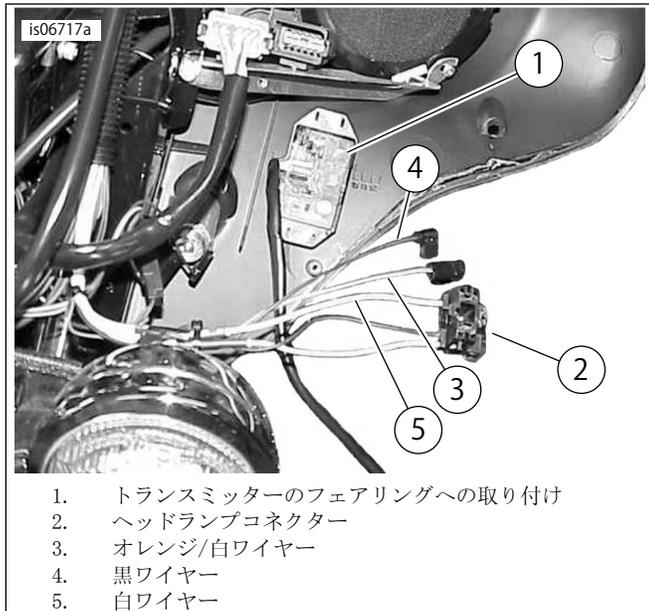
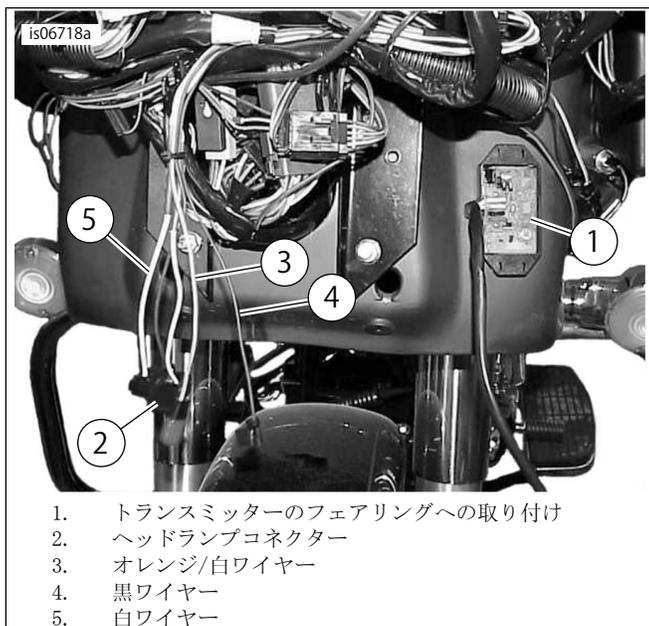

図11。トランスミッター接続用のワイヤー(2013年以前のFLHT/X)
図12。トランスミッター接続用のワイヤー(2013年以前のFLTR)
ツーリング/トライク (FLHT/X、FLTR、 2013年以前)	フェアリングの内側の上部へ、フォームパッドを使用して固定します(アウターフェアリングを先に取り外す) (図11を参照してください。および図12)。
3. 「図11」を参照してください。(FLHT、FLHXモデル)または図12。(FLTRモデル)。トランスミッターをフェアリングの内側の上部に取り付けます。